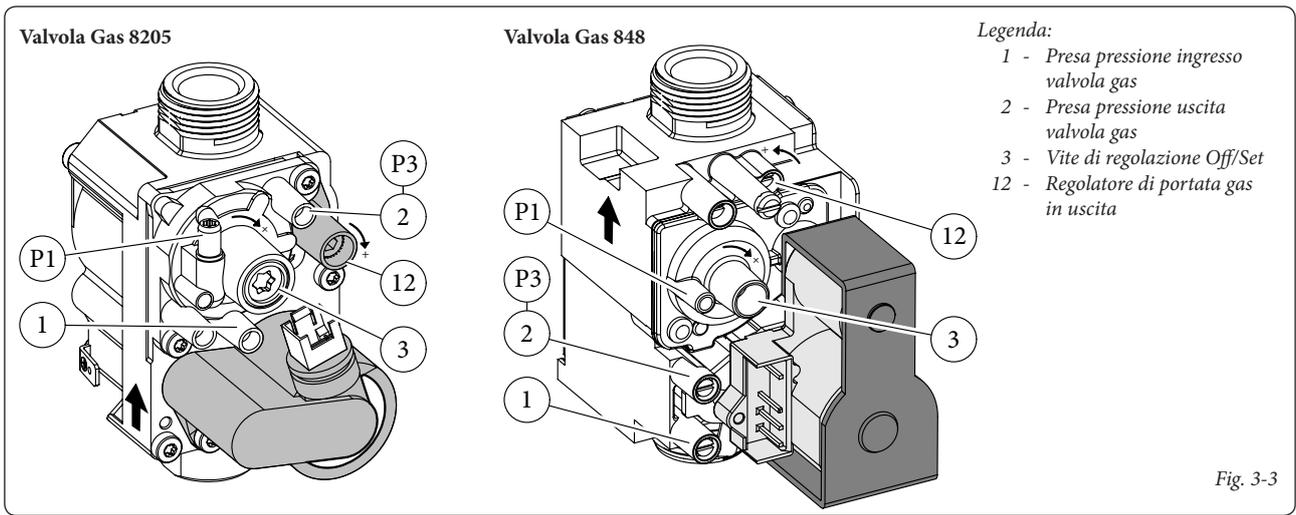

Fig. 3-3
Entrare in fase spazzacamino senza effettuare prelievi di acqua sanitaria e portare il selettore riscaldamento al minimo (ruotarlo senso antiorario fino a visualizzare "0" sul display). Per avere un valore esatto della CO₂ nei fumi è necessario che il tecnico inserisca fino in fondo la sonda di prelievo nel pozzetto, quindi verificare che il valore di CO₂ sia quello indicato nella tabella seguente, in caso contrario regolare sulla vite (3 Fig. 3-3) (regolatore di Off-Set). Per aumentare il valore di CO₂ è necessario ruotare la vite di regolazione (3) in senso orario e viceversa se si vuole diminuire.
Al termine della regolazione della CO₂ minima mantenendo la funzione spazzacamino attiva portare il selettore riscaldamento al massimo (ruotarlo in senso orario fino a visualizzare "99" sul display). Per avere un valore esatto della CO₂ nei fumi è necessario che il tecnico inserisca fino in fondo la sonda di prelievo nel pozzetto, quindi verificare che il valore di CO₂ sia quello indicato nella tabella seguente, in caso contrario regolare sulla vite (12 Fig. 3-3) (regolatore portata gas). Per aumentare il valore di CO₂ è necessario ruotare la vite di regolazione (12) in senso orario per la valvola gas 8205 e in senso antiorario per la valvola del gas 848 e viceversa se si vuole diminuire.